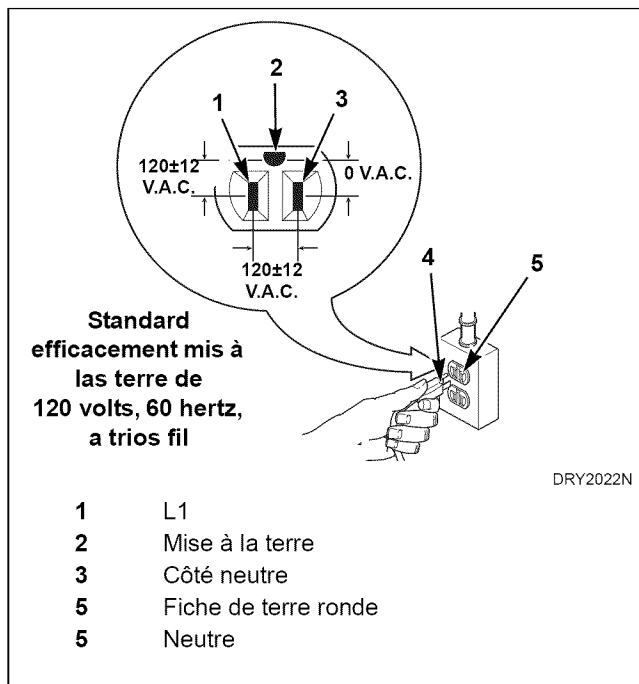

Figure 13
La fiche bipolaire avec terre du cordon d'alimentation doit être branchée directement dans une prise murale polarisée à 3 fentes, correctement mise à la terre et calibrée sur 110/120 V c.a. (courant alternatif) de 15 A. Se reporter au *Figure 13* pour déterminer la polarité exacte de la prise murale.
**REMARQUE : Demander à un électricien qualifié de vérifier la polarité de la prise murale. Si la lecture de tension est différente de celle du *Figure 13*, un électricien qualifié doit résoudre le problème.**